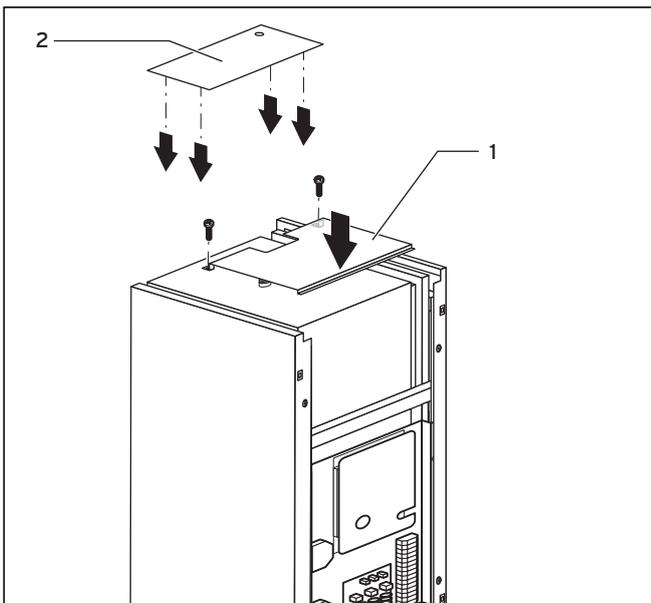
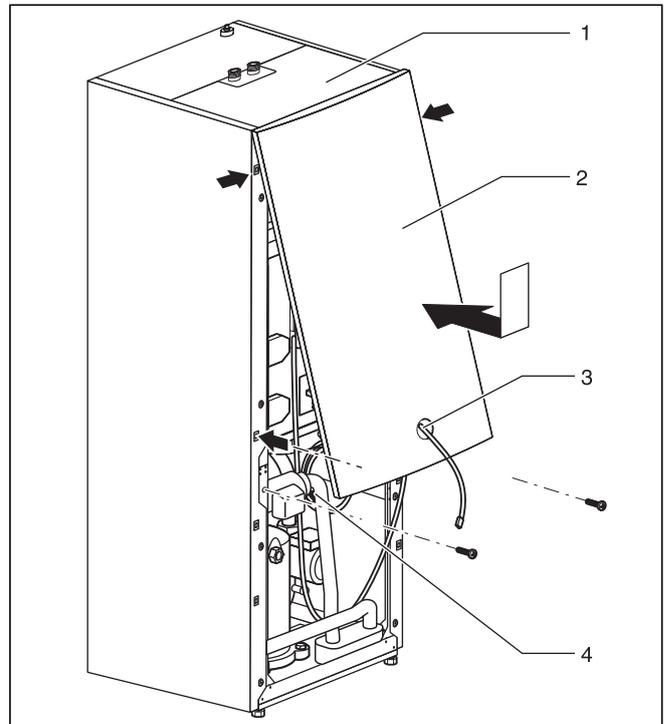

Fig. 6.21 Montar las partes superiores del revestimiento
Fig. 6.22 Montar el revestimiento frontal
- Coloque la parte superior del revestimiento frontal (fig. 6.21, pos. **1**) sobre la bomba de calor y fíjelo con dos tornillos.
- Presione el soporte de clips de la parte superior del revestimiento trasero (fig. 6.21, pos. **2**) en las correspondientes aperturas del revestimiento lateral hasta que estas encastran.
- Guíe el cable del enchufe de conexión de la consola de mando (fig. 6.22, pos. **3**), y en caso de utilizar el accesorio vrnetDIALOG el enchufe de conexión de vrnetDIALOG (**4**) (suministro de tensión de 230 V), a través de la apertura de la parte superior del revestimiento frontal (**2**).
- Enganche la parte superior del revestimiento frontal en la parte superior del revestimiento (fig. 6.22, pos. **1**) y méntala a presión en el soporte de clips del marco. Fije el revestimiento con dos tornillos, tal como se indica en la fig. 6.21.